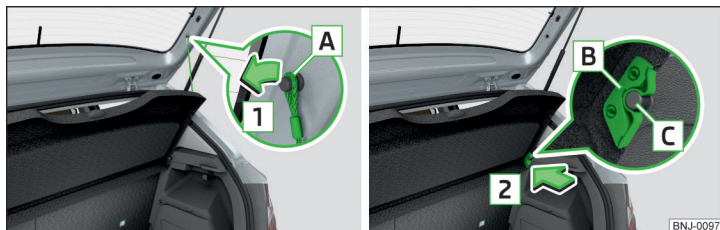

Рис. 95 Виймання багажної полиці
Якщо стяжні стрічки **A** » Рис. 95 зачеплено за кришку, під час відкриття кришки багажна полиця (надалі просто «полиця») підіймається разом з нею.
- » З обох боків кришки багажника зачепіть петлі кріплення **A** в напрямку стрілки **1** » Рис. 95.
- » Встановіть кріплення **B** на полиці за допомогою болтів **C** » Рис. 95.
У передній частині кріплення **B** » Рис. 95 на стор. 81 на полиці повинні повністю фіксуватися у болтах на боковій обшивці. У задній частині полиця з обох боків має бути закріплена під фіксатором.